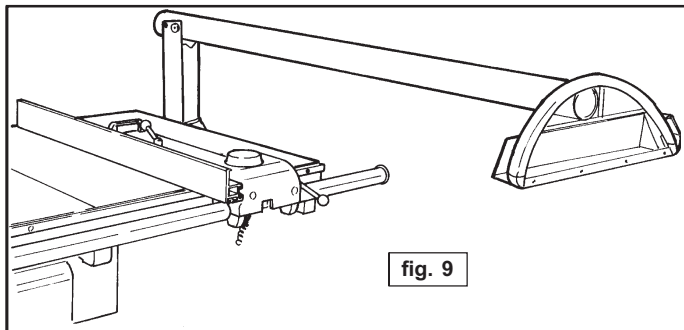

fig. 9
En el caso de sustitución del disco, en algunas condiciones de trabajos o por mantenimiento, es posible desplazar hacia atrás el protector. Bajar el perno (11) luego empujar hacia atrás el brazo de apoyo que girará sobre la columna vertical. Moviendo de nuevo el brazo hacia el operador, volverá automáticamente a su posición. (Fig. 9)